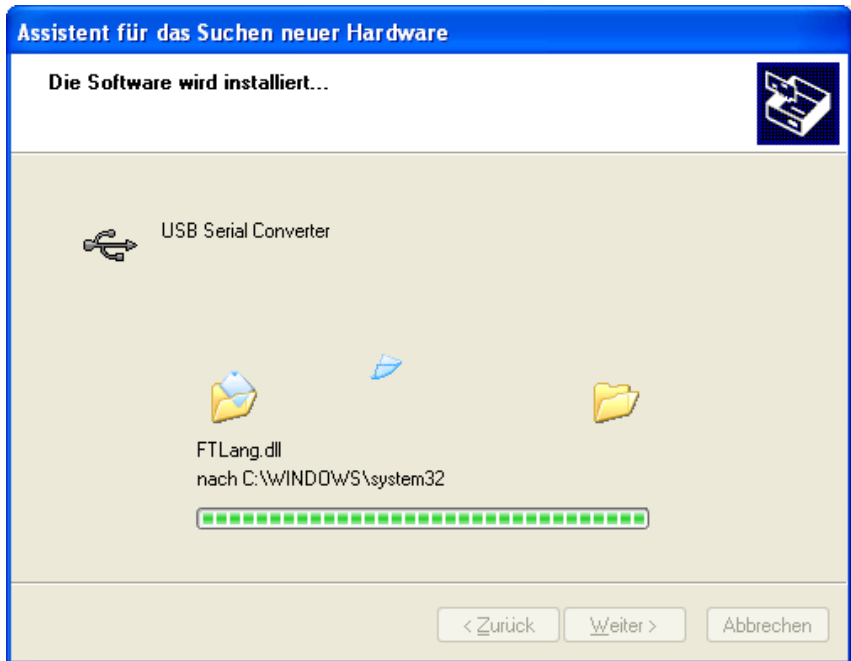

Abbildung 10.4
- Der Bildschirm in Abbildung 10.4 zeigt an, wie Windows XP die benötigten Treiber Dateien kopiert.